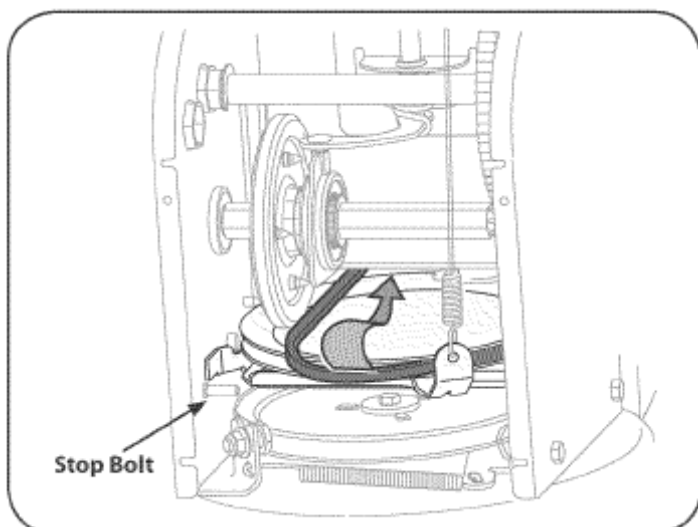

Рисунок 28
6. Вытяните назад упорный болт так, чтобы увеличить зазор между диском фрикционного ролика и самим фрикционным роликом (см. рис. 28).
7. Снимите приводной ремень со шкива, пропустив его между диском фрикционного ролика и самим фрикционным роликом (см. рис. 28).